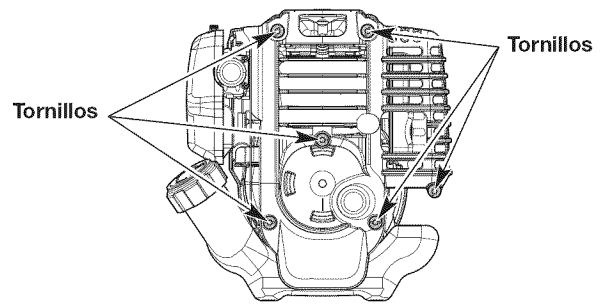

Fig. 24
1. Quite los 6 tornillos de la tapa del motor con un destornillador plano o un destornillador Torx T-25 (Fig. 24). Quite la cubierta del motor.
2. Quite los 6 tornillos de la tapa del motor con un destornillador plano o un destornillador Torx T-25 (Fig. 24). Quite la cubierta del motor.